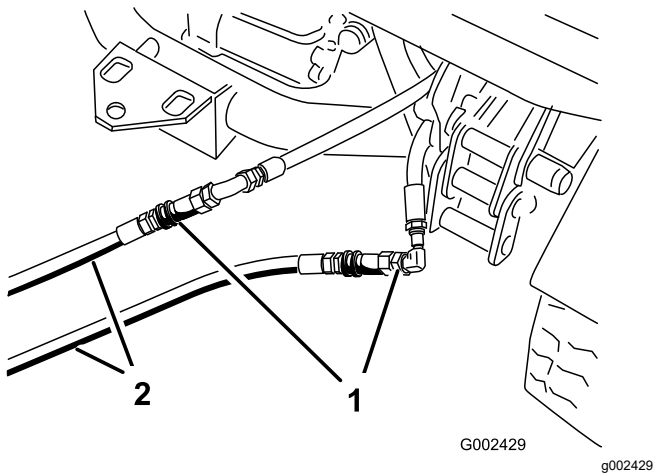

Figure 74
3. Sur la machine en panne, branchez les 2 flexibles de dépannage aux flexibles débranchés (Figure 74).